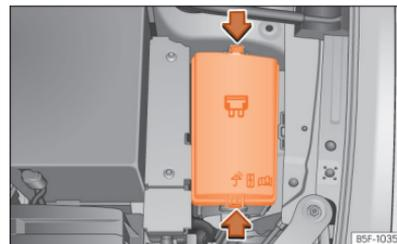

Fig. 230 No compartimento do motor: tampa da caixa de fusíveis.
- Pressione as patilhas de bloqueio para desbloquear a tampa da caixa de fusíveis »» » Fig. 230.